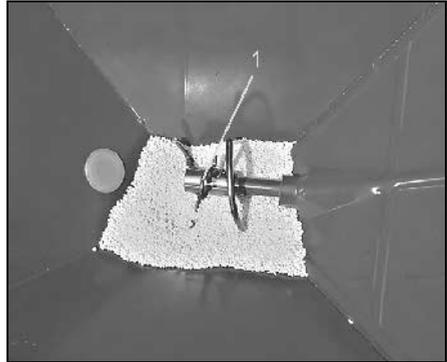

Fig. 36
- Die Abschersicherung der Rührwelle erfolgt über die Rührspiralen-Federvorstecker (Fig. 36/1).